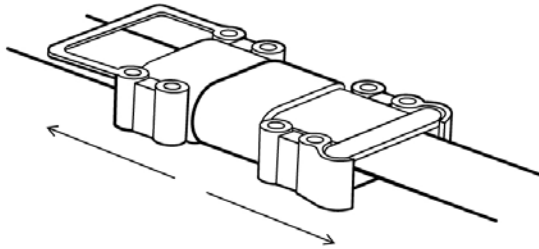

Рисунок 11. Отключение зарядных разъемов
2. По завершении стадии зарядки сигнал «CHARGE» будет гореть постоянно, после этого отключить зарядный разъем ЗУ от Накопителя (рис. 11).